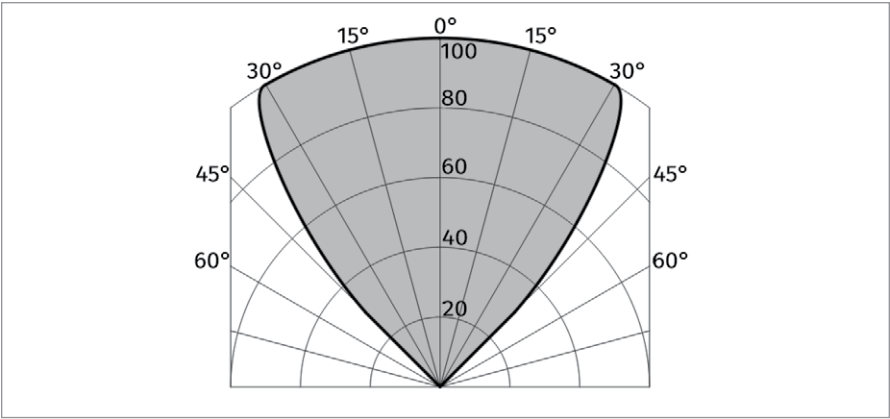
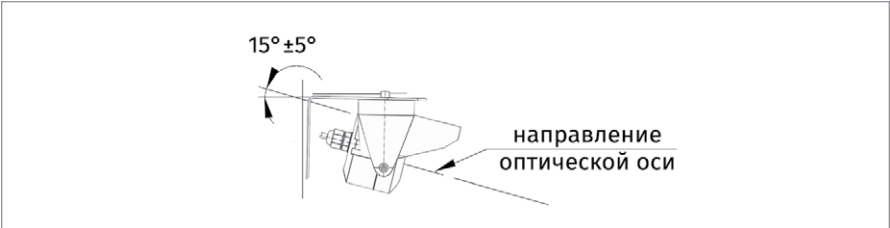

Рисунок 76. Диаграмма чувствительности извещателя с козырьком в штатном положении (в процентах от максимального значения)
Рисунок 77. Положение извещателя при монтаже относительно горизонта.
- расположение и нацеливание извещателя должно быть произведено с учетом чувствительности и угла обзора извещателя Рисунок 76 на наиболее вероятный источник возгорания, помимо этого для предотвращения скопления влаги на извещателе его ориентация относительно горизонта должна быть не менее 10 градусов по направлению к земле Рисунок 77;